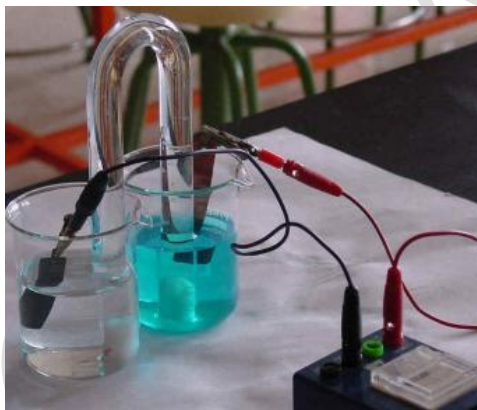

Figura 1. Esquema de montaje de pila de Daniell
4. Realizar el montaje de la pila de acuerdo a la figura 1.